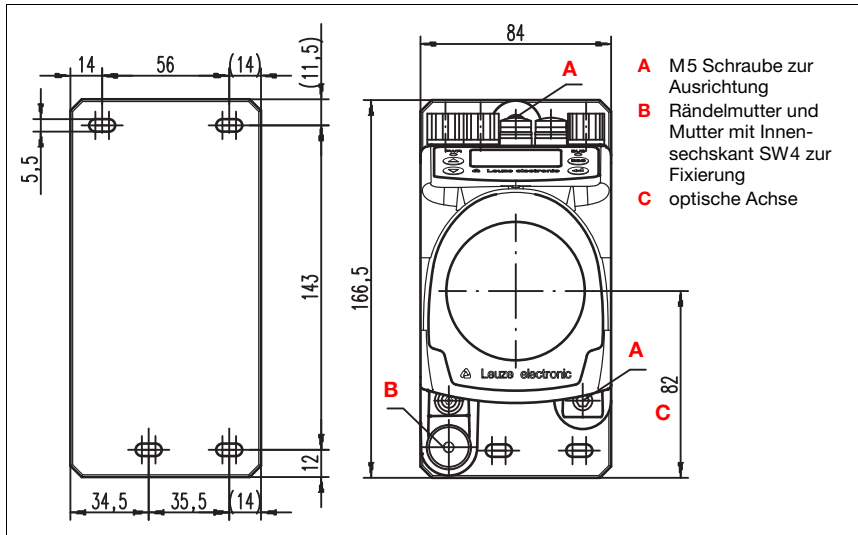

Bild 5.2: Gerätemontage
Der Laserlichtfleck wird so ausgerichtet, dass er bei minimaler wie auch maximaler Messentfernung immer in der Mitte des gegenüberliegenden Reflektors auftrifft. Benutzen Sie **zur Ausrichtung die beiden M5-Inbus-Schrauben ("A" in Bild 5.2)**. Achten Sie darauf, dass während der Ausrichtung die Rändelmutter und die Kontermutter ("**B**" in Bild 5.2) weit geöffnet sind.
*Damit sich die Ausrichtung des Lasermesssystems im Dauerbetrieb nicht verstellt, ziehen Sie anschließend die Rändelmutter handfest an und kontern die Fixierung fest mit der Mutter mit Innensechskant SW4 ("**B**" in Bild 5.2). Rändelmutter und Mutter dürfen erst nach der Justage angezogen werden.*